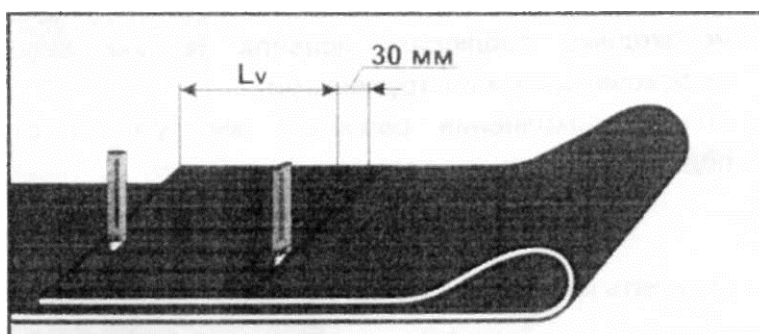

Рисунок 17 – Разделка ленты
- ▶ Прорезать обкладку на расстоянии 30мм от крайней ступени и полосками около 50мм параллельно краям ленты (Рисунок 17).